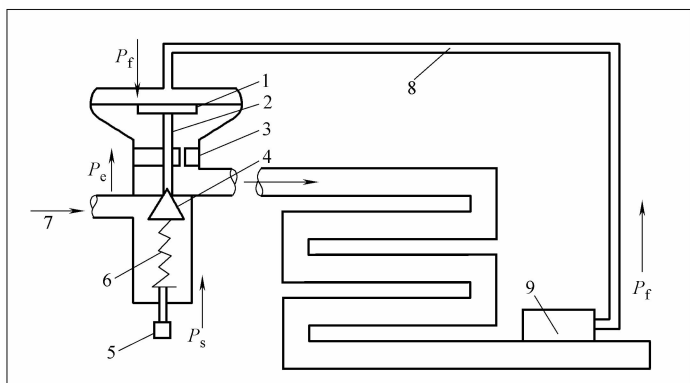

图 3-8 内平衡膨胀阀的工作原理
(2) 工作原理 内平衡膨胀阀的工作原理如图 3-8 所示, 来自感温包产生的内部液体的压力 P_f 会作用在膜片的上面, 在膜片的下面作用着弹簧的弹力 P_s 和蒸发器进口处的压力 P_e , 在工作过程中阀芯会处于某一位置。此时由于膨胀阀的节流作用, 会把高温高压的制冷剂变成低温低压的制冷剂, 当由于某种原因造成蒸发器出口温度较高时, 感温包内液体会随着温度的升高而膨胀, 从而使其内部的压力增高, 作用在膜片上的压力也升高, 从而会打破原有的平衡, 此时阀芯会向下移动, 通过膨胀阀节流的制冷剂的流量会增大, 流入蒸发器的制冷剂量会增多, 使制冷强度加大; 反之, 流入蒸发器的制冷剂量减小, 制冷强度降低。